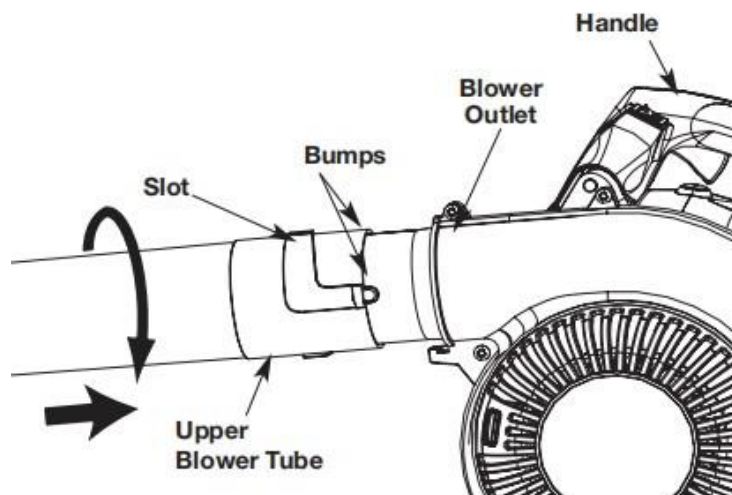

Fig. 1
- Richten Sie die Schlitze am oberen Ende des oberen Gebläserohrs mit den Erhebungen am Gebläseauslass aus (Abb. 1).
- Stecken Sie das obere Gebläserohr in den Gebläseauslass (Abb. 1).
- Halten Sie den Griff fest und drehen Sie das obere Gebläserohr im Uhrzeigersinn, bis es einrastet (Abb. 1).